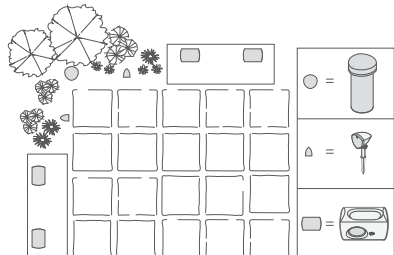

Figura 4
- Combinado con altavoces para exteriores bajo alero de la serie AW con Definitive Technology (ver figura 4)